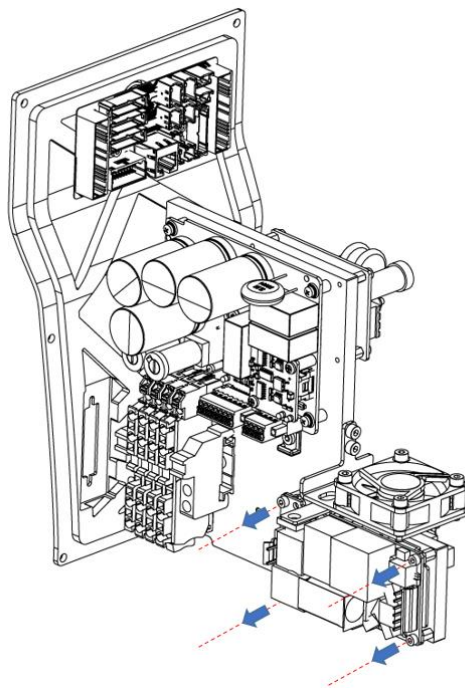

图 5-17 电源模块拆卸示意图
**步骤3** 使用十字螺丝刀拆卸安装开关电源上的组合螺钉，取出开关电源，如图 5-17 所示。